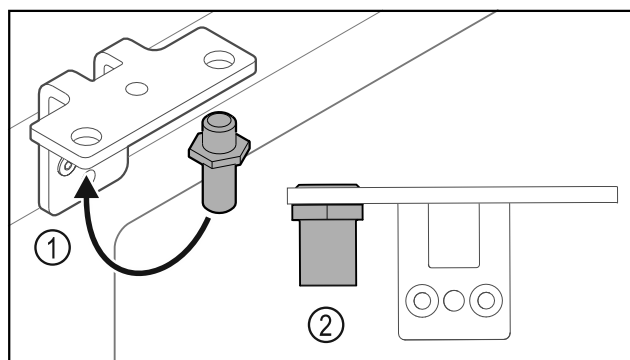

Fig. 35
- ▶ Pārlieciet tapu Fig. 35 (1) lokāmajā kronšteinā.
- ▶ Pievelciet tapu Fig. 35 (2) ar **griezes momentu 12 Nm**.